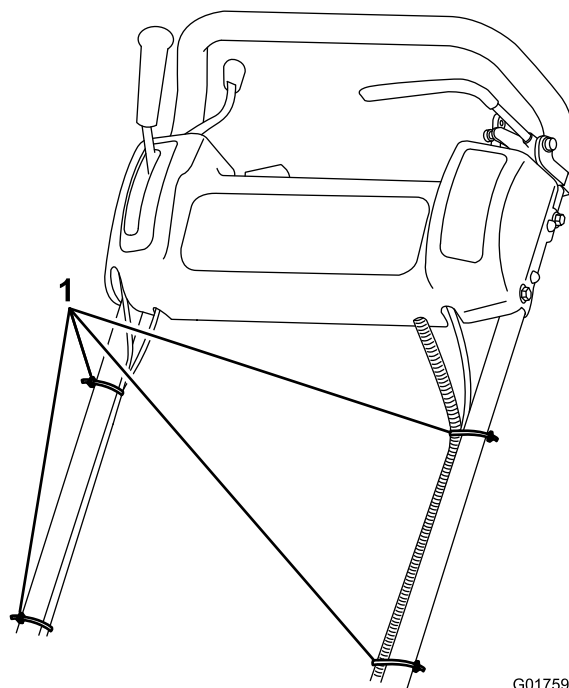

Figura 4
- Sujete los cables y el arnés de cables al manillar con sujetacables (Figura 4).